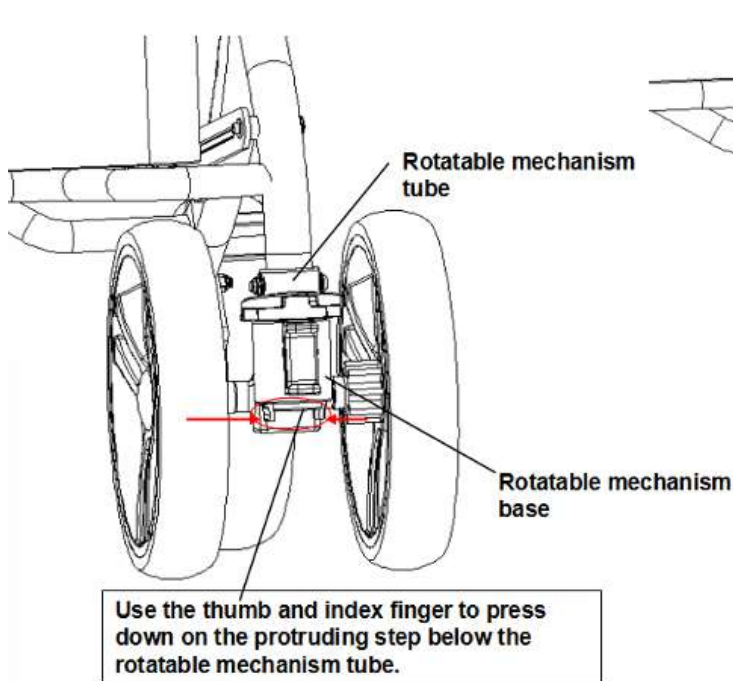

Figure 10
1. Bij het monteren van het voorwiel duwt u de basis van het draaimechanisme omhoog. Zodra u een klik hoort, betekent dit dat de basis en de buis van het draaimechanisme volledig zijn uitgelijnd, wat aangeeft dat het voorwiel correct is geïnstalleerd (zie afbeelding 10).